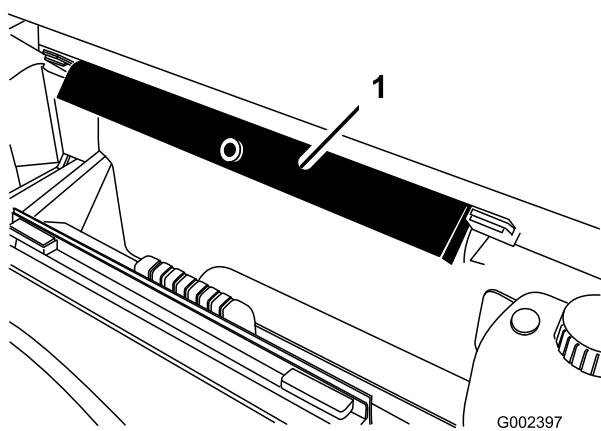

Figura 1
2. Inserte el soporte de la plataforma en los soportes situados en la parte trasera del panel del ROPS (Figura 1); consulte Preparación para la instalación del Kit.